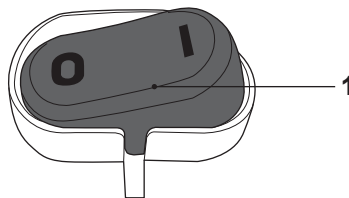

Fig. 15
> Certifique-se de que o interruptor On/off (1) está na posição off O (Fig. 15).